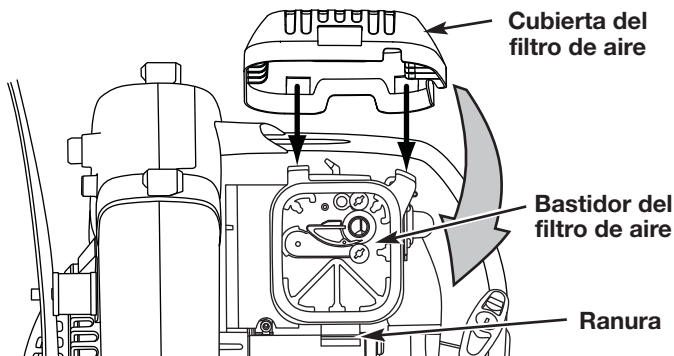

Fig. 25
- Mueva la cubierta hacia la izquierda derecha hasta que la orejeta del filtro de aire calce en su lugar en la ranura de la placa posterior (Fig. 25).